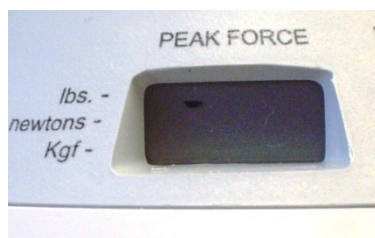

Figura 6. Modo de medición de fuerza
- A continuación, la pantalla Peak Force (Fuerza máxima) mostrará una marca de almohadilla junto a la unidad de medición actual en la ventana (consulte la Figura 6).